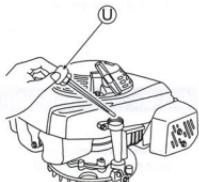

Рис. 2.
- Снимите крышку масляного бака (U), выньте масляный щуп, затем вставьте его, не вкручивая. (См. рис. 2.)